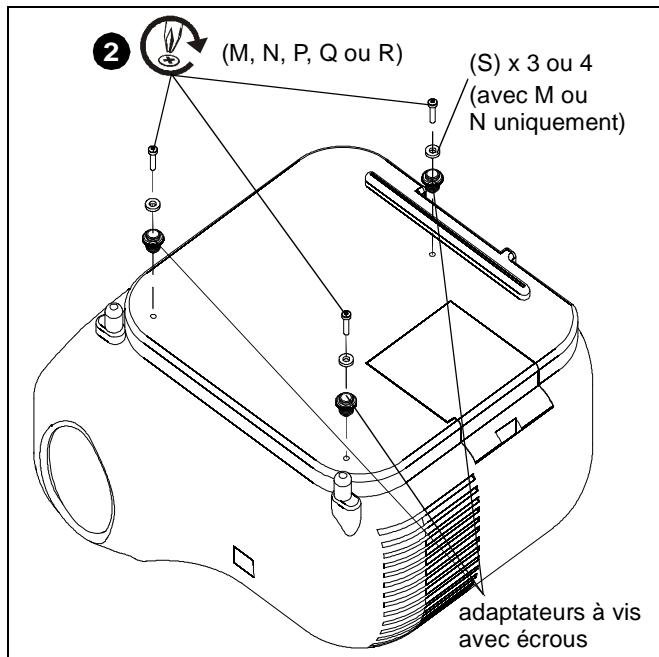

Figure 2
- Insérez les vis dans les rondelles plates M4 (S), les adaptateurs à vis avec les écrous de réglage de la hauteur dans les trous du projecteur. (See Figure 2)